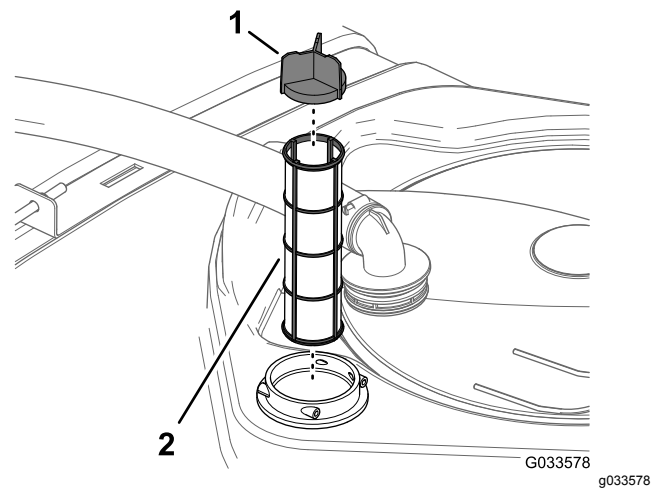

**Figura 101**
2. Nella parte superiore dell'irroratrice, rimuovete il fermo che fissa il raccordo del flessibile collegato al flessibile grande dall'alloggiamento del filtro (Figura 101).
3. Rimuovete il flessibile e il raccordo del flessibile dall'alloggiamento del filtro (Figura 101).